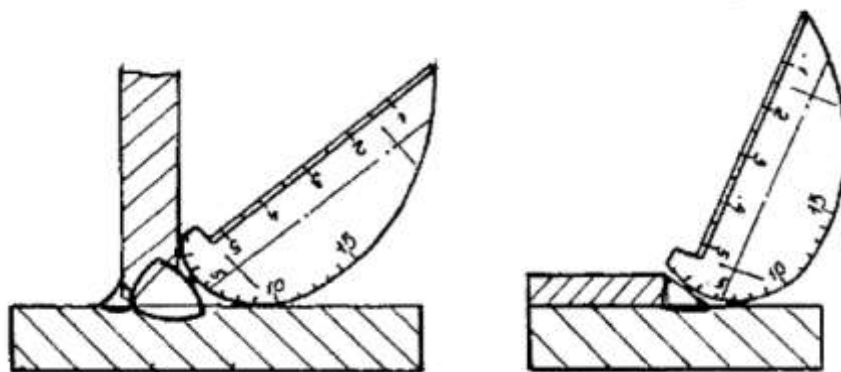

Рис. 2. Схемы применения УШК-1 а-тавровое соединение; б-нахлесточные соединения
2.2. С помощью УШК-1 определите размеры (катет) сварных швов (рис.2).